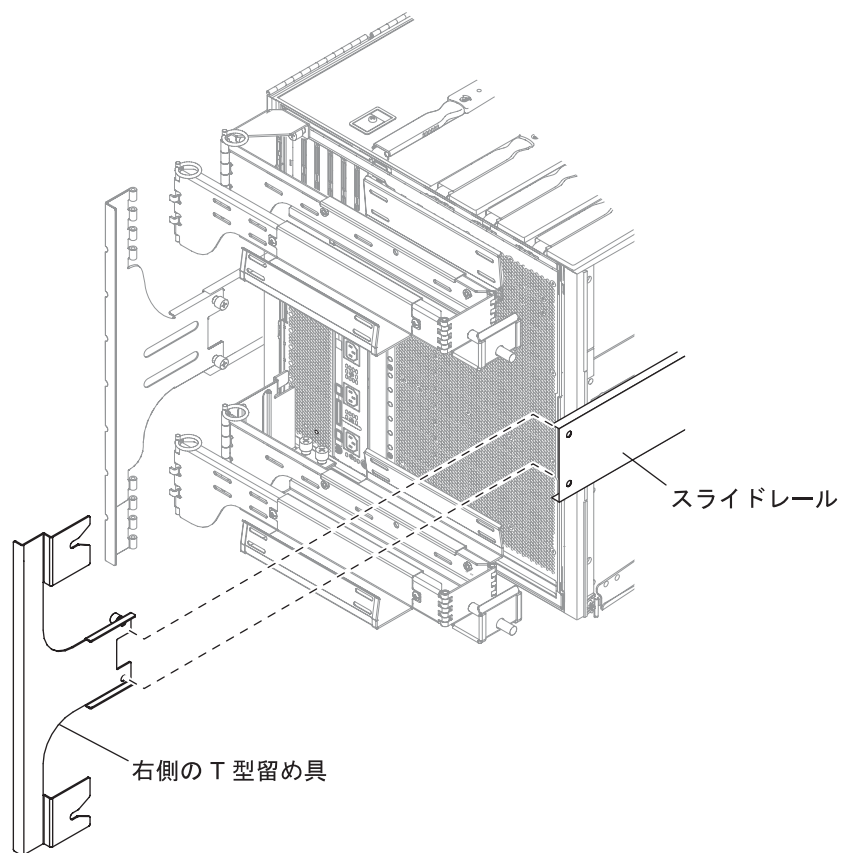

図 1-24 右側の T 型留め具の取り付け
7. 2 本の脱落防止機構付きねじを使用して、右側の T 型留め具を右側のスライドレールに固定します (図 1-24)。